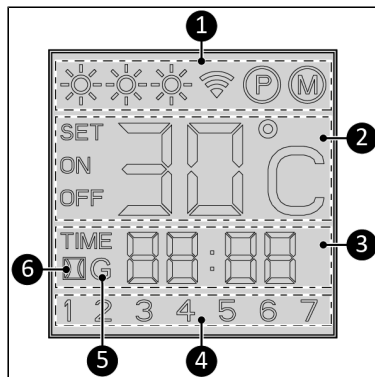

Abbildung 5.
Statusanzeige (Abbildung 5, Pos. 1):
Temperaturanzeige (Abbildung 5, Pos. 2):
Zeitanzeige (Abbildung 5, Pos. 3):
Tagesanzeige (Abbildung 5, Pos. 4):
Wi-Fi-Anzeige (Abbildung 5, Pos. 5):
Erkennung offenes Fenster (Abbildung 5, pos. 6):